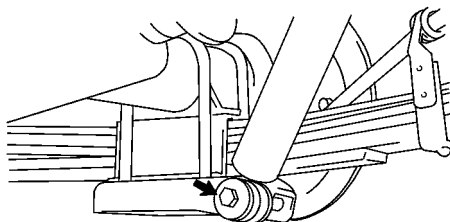

图 14-181 安装后减振器
(1) 安装后减振器。将减振器装到车身上, 连接到弹簧下座上, 如图 14-181 所示。